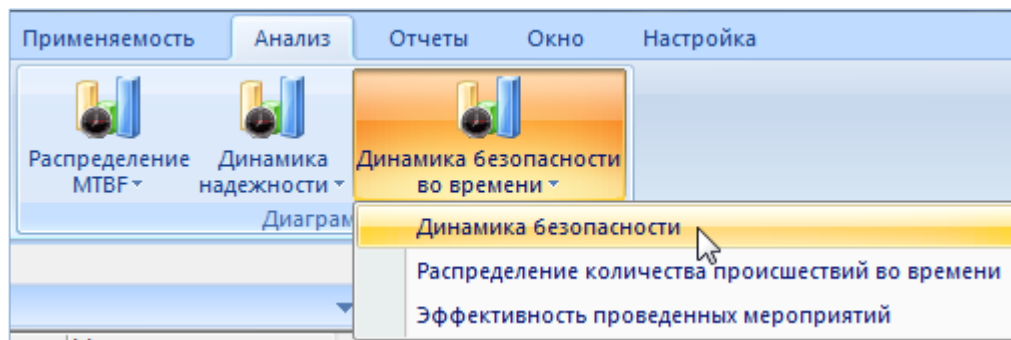

Рис. 31-6 – Выбор диаграммы по безопасности
- 3) Нажать кнопку «Динамика безопасности во времени» панели «Диаграммы» на вкладке «Анализ» и выбрать пункт «Динамика безопасности» (рис. 31-6).